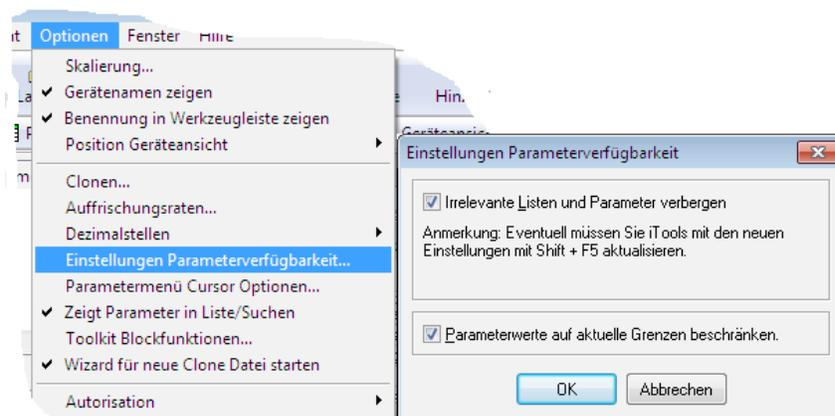

Abbildung 7.4.1b Parameter anzeigen/verbergen
3. Ausgeblendete Parameter. In der Voreinstellung blendet iTools Parameter aus, die im aktuellen Kontext nicht relevant sind. Solche ausgeblendeten Parameter können Sie in der Tabelle über die Einstellung „Parameterverfügbarkeit“ (im Optionsmenü) einblenden (Abbildung 7.4.1b). Derartige Einträge werden mit einem schattierten Hintergrund angezeigt.